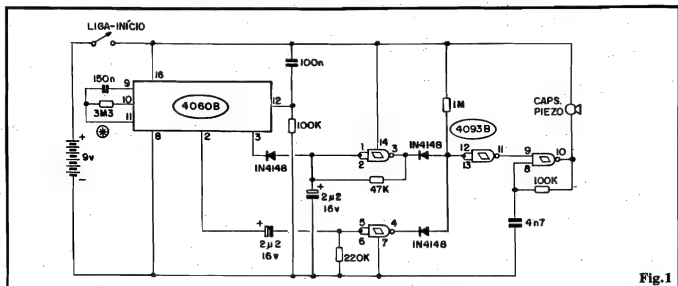

Fig.1
- FIG. 1 - O CIRCUITO - No núcleo do circuito temos um Integrado da "família" digital C.MOS (4060), contendo uma grande "fila" de contadores/divisores por 2 internos, além de alguns *gates* "sobrantes" (acessados via pinos 9-10-11) que podem formar um prático oscilador de clock a ser usado como referência básica de tempo para todo o sistema. Tal oscilador é estabelecido com a ajuda do resistor de 3M3 e capacitor de 150n, valores já dimensionados para os períodos desejados. Para que o início da contagem de tempo se dê sempre com o